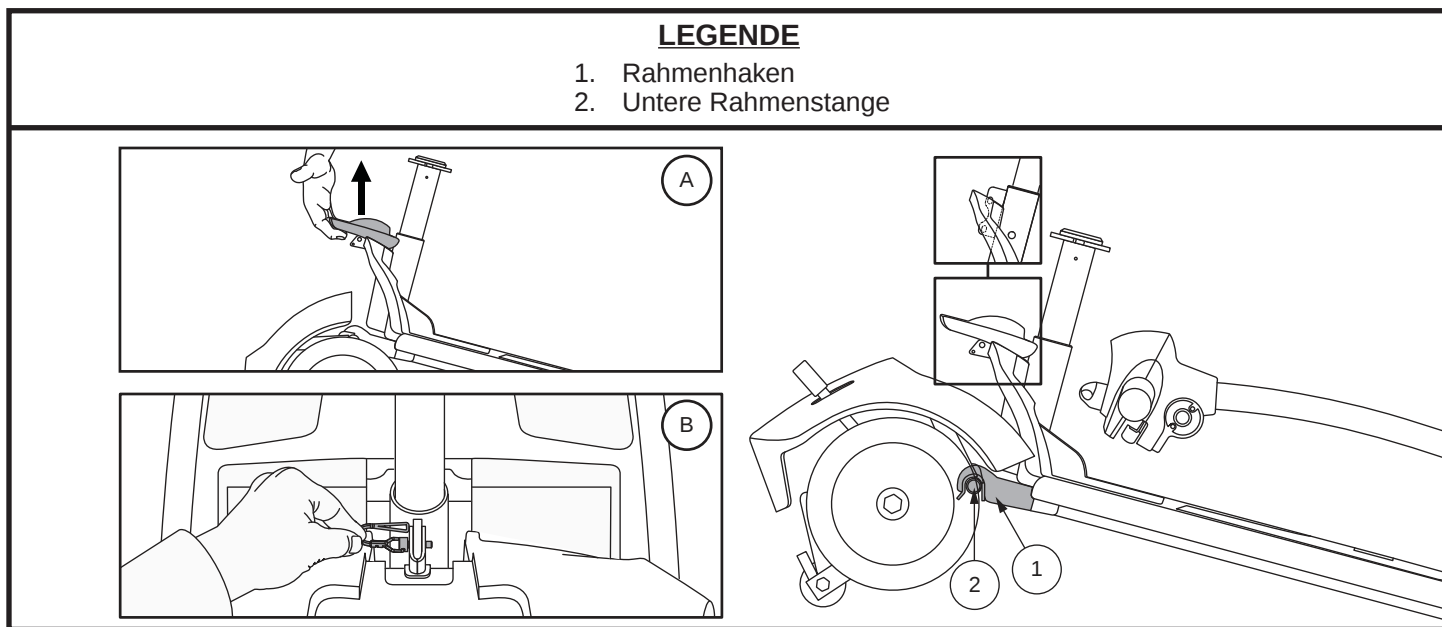

Abb. 33. Rahmenverriegelungshebel (Stil A) and Rahmenverschluss (Stil B)
4. Trennen Sie vorsichtig die beiden Teile. **Siehe Abb. 33.**
HINWEIS: Kippen Sie den hinteren Teil des Elektromobils vor dem Zusammenbau etwas nach hinten auf die Stützräder, wie in Abb. 33 gezeigt.
1. Benutzen Vorderteils den Rahmenverriegelungshebel (oder das Hinterteil an der Sitzstütze anheben für modelle 36, 336, 83 und 84) Sie zum Anheben und richten Sie die Rahmenhaken des Vorderteils an der unteren Rahmenstange des Heckteils aus. **Siehe Abb. 33.**
2. Wenn sich die Rahmenhaken über der unteren Rahmenstange befinden, senken Sie das Vorderteil ab und drehen gleichzeitig das Heckteil. Bei den Modellen 39, 40LX, 40X, 44X, 40E, 44E, 44LX, 50LX, 54LX, 53, 53HD, 54, 54HD, 73, 74 und Jazzy ZTS greift dadurch automatisch die Rahmenverriegelung. Bei den Modellen 36, 336, 83 und 84 müssen Sie zum Abschluss der Rahmenmontage außerdem den Rahmenverschlussstift wieder anbringen. **Siehe Abb. 33.**